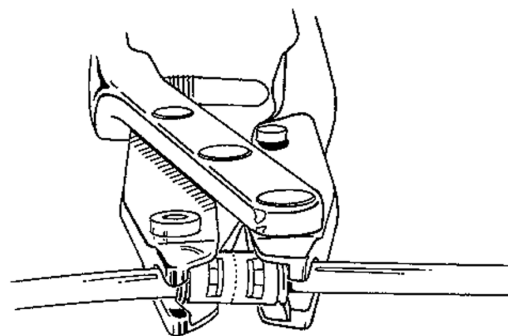

Рисунок 4-20. Размещение коннектора в инструменте для соединения
10. Поместите концы коннектора в бранши инструмента (**рисунок 4-20**).
**ВНИМАНИЕ!** Проверьте трубки перед смыканием ручек инструмента для соединения. Трубки не должны быть зажаты между браншей инструмента для соединения и коннектором. Трубки должны выходить прямо из концов коннектора через пазы в инструменте для соединения. После применения сборочного инструмента быстрого подключения AMS трубки должны выступать через окошко в коннекторе. Это свидетельствует о том, что трубки всё еще плотно прижаты к перегородке внутри коннектора. Конец кольца снаружи коннектора должен быть параллелен концу коннектора и находиться с ним почти на одном уровне (**рисунок 4-20**). Это указывает на то, что кольцо полностью вставлено и подсоединено к коннектору. Потяните с усилием за трубки на обоих концах коннектора, чтобы убедиться в надежности соединения.